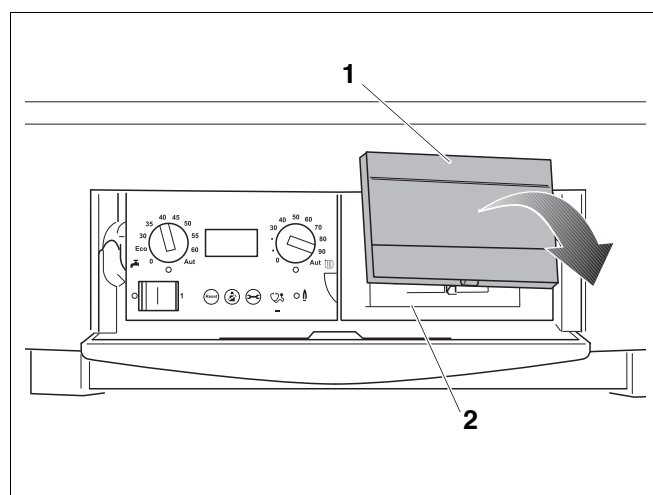

Рис. 29 Снятие заглушки и монтаж блока управления помещения RC35 на отопительном котле с функцией регулирования отопления по наружной температуре
- Снять заглушку (рис. 29, поз. 1).
- Установить RC35 в монтажную нишу (рис. 29, поз. 2).